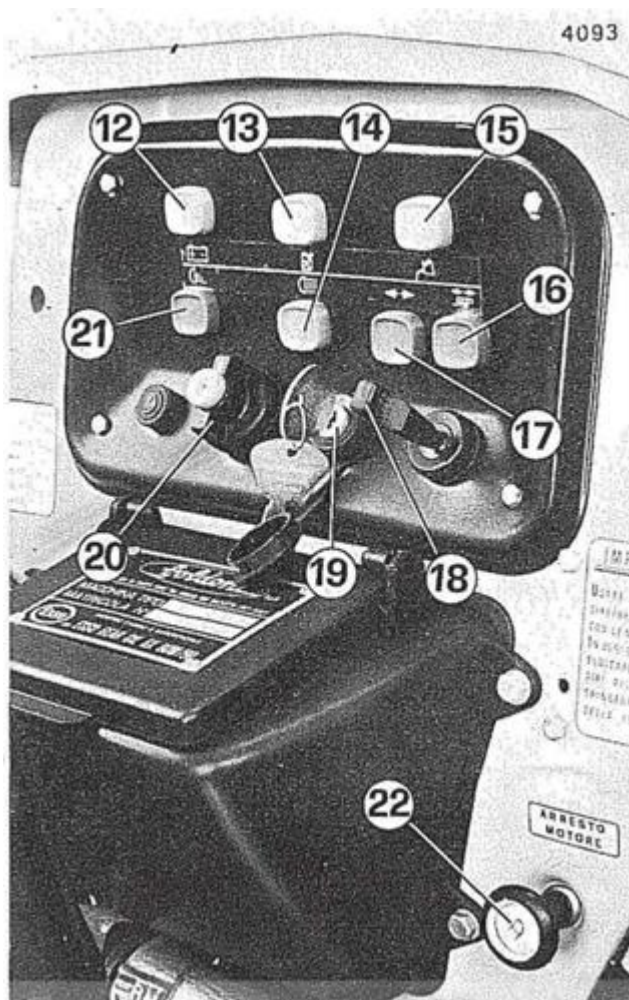

Fig 2 Tableau de bord des instruments
- Si la machine doit rester immobile avec les feux de position allumés, tournez la clé de contact en position P (voir schéma) et l'interrupteur d'éclairage 20 (Fig. 2) au premier déclic.
- Pour arrêter le moteur dans les modèles 919 et 921, utiliser le levier du moteur (voir le manuel d'utilisation du moteur), dans le modèle 926, sur le levier 22 (fig. 2) et dans les modèles 928, 930, 932 et 933 sur le levier 23 (fig. 3).